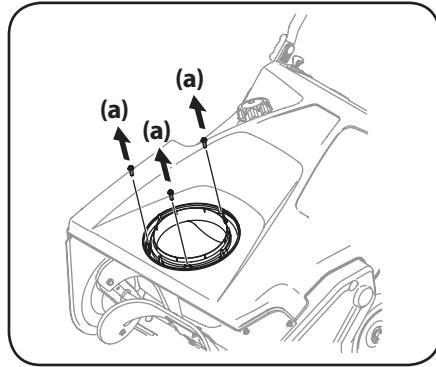

Figura 2-15
- Coloque el perno de ojo (a) y la perilla de la manija (b) sobre la manija superior como se muestra en el Recuadro I de la Figura 2-15. No ajuste completamente los elementos de ferretería hasta que se le indique que lo haga.
- Deslice la cuerda del arrancador de retroceso dentro del perno de ojo (a) desde la parte posterior de la máquina quitanieves. Consulte el Recuadro II de la Figura 2-15.